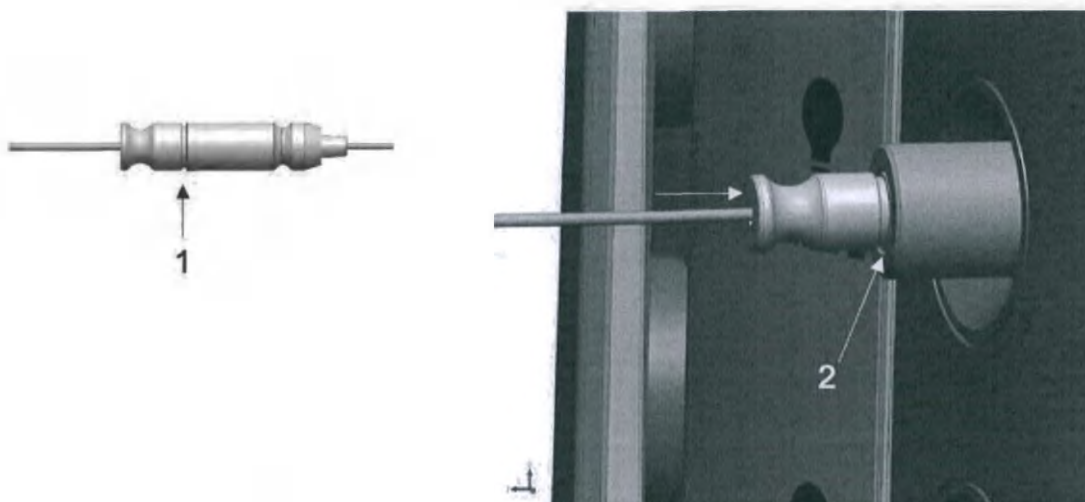

рис. 4.7. Подключение разъема волоконно-оптического осветителя к порту освещения.
1. Подключите волоконно-оптический осветитель к требуемому порту (см. рис. 1.24). Вставляйте разъем в порт до тех пор, пока выемка на разъеме не поравняется с передней поверхностью гнезда порта. См. рис. 4.7. (Операционная медсестра или дежурная медсестра)